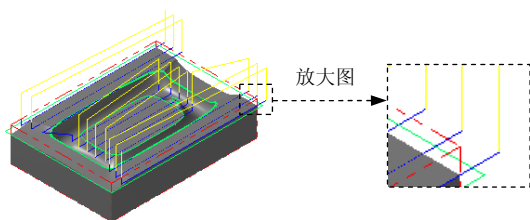
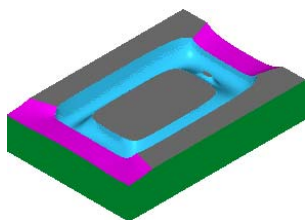

图 23.34 刀具路径
图 23.35 仿真结果图
(2) 单击“间隙设置(G)...”按钮，在系统弹出的“刀具路径的间隙设置”对话框的“切线的长度”文本框中输入 8.0。
(3) 单击“✓”按钮，系统返回至“曲面精加工浅平面”对话框。
Step8. 单击“曲面精加工浅平面”对话框中的“✓”按钮，同时在图形区生成图 23.34 所示的刀具路径。
(1) 在“刀具路径”选项卡中单击“✓”按钮，然后单击“立方体”按钮，系统弹出“验证”对话框。
(2) 在“验证”对话框中单击“▶”按钮。系统将开始进行实体切削仿真，结果如图 23.35 所示。单击“✓”按钮，关闭“验证”对话框。